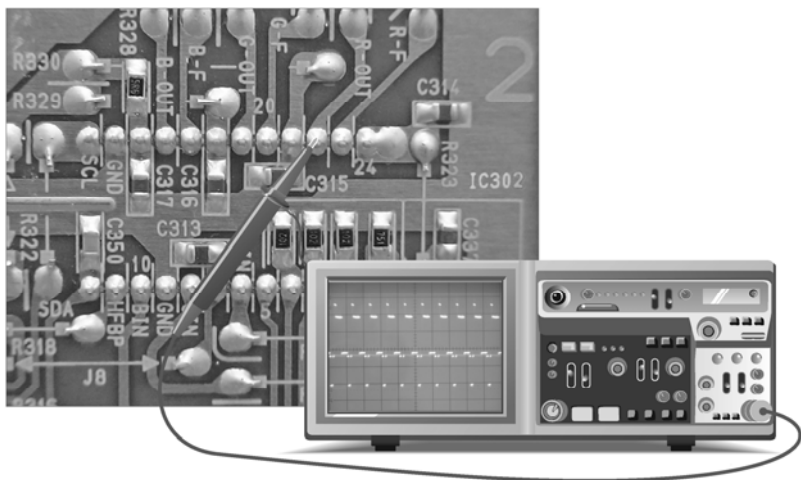

图 2-36 R 输出信号的检测
视频预放集成电路 TDA4887PS 的输入信号检测正常后，再对其输出信号进行检测。该集成电路的输出引脚分别是⑬、⑰、⑳脚。首先，将示波器探头放到㉑脚（根据引脚附近标识 R-OUT 判断为 R 输出）上，对 R 输出信号进行检测。此时，由于输入 R 信号已经被放大，因此需要重新对波形进行幅度调整，具体操作及信号波形如图 2-36 所示。示波器的测量幅度设置为 1 V/DIV，R 输出信号的幅值大约为 1.5 V，这表明集成电路 TDA4887PS 输出的 R 信号正常。